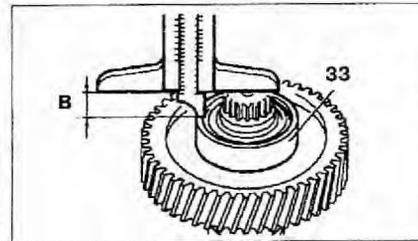

Рис. 4.90. Измерение расстояния В от конца промежуточного вала до внешнего кольца подшипника 33, используя штангенциркуль.
2. Измерьте расстояние В от конца промежуточного вала до внешнего кольца подшипника 33, используя штангенциркуль (рис. 4.90).